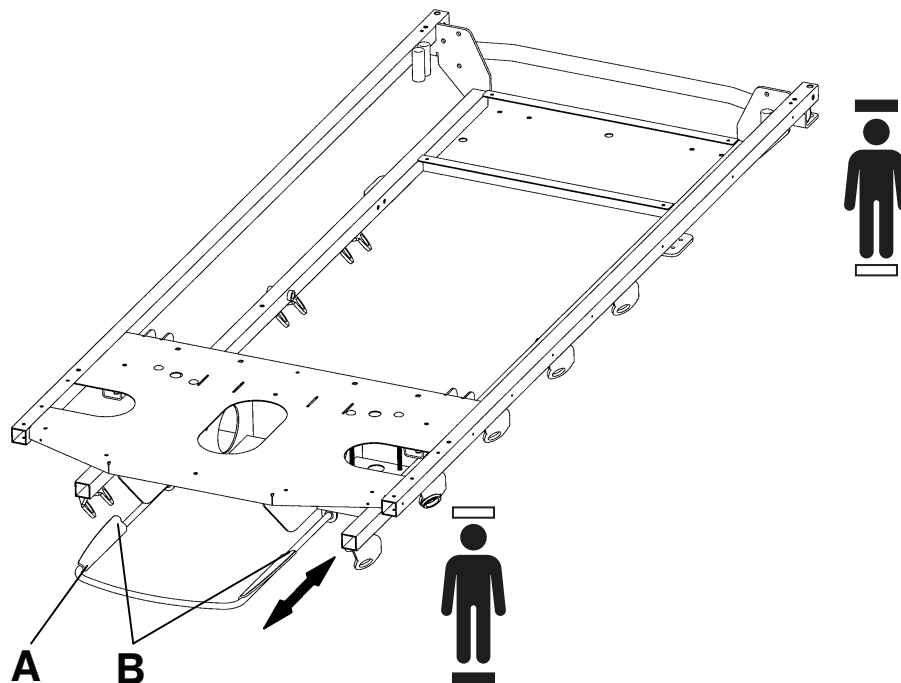

Abbildung 7 – Positionieren der Abfallschalenhalterung
2. Die Abfallschalenhalterung (A) unter dem Gestell der Liegefläche hervorziehen (Abbildung 7).